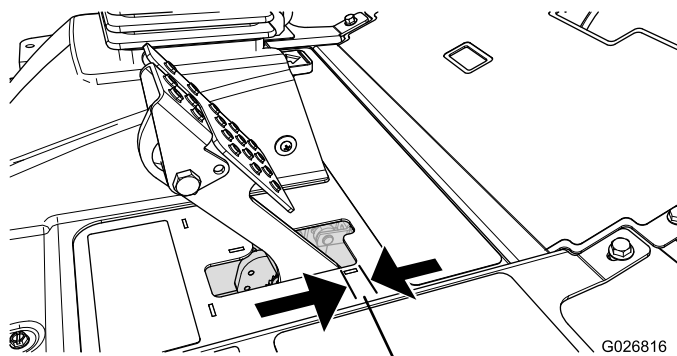

Figura 65
Ajuste os travões se o pedal do travão apresentar uma folga superior a 2,5 cm (Figura 65) ou quando os travões não funcionarem de forma eficaz. Folga é a distância percorrida pelo pedal antes de se verificar qualquer resistência ao movimento.
2. Aperte a porca traseira para deslocar o cabo para trás até que os pedais dos travões apresentem uma folga de 6 a 13 mm (Figura 65) antes de alcançar o bloqueio.